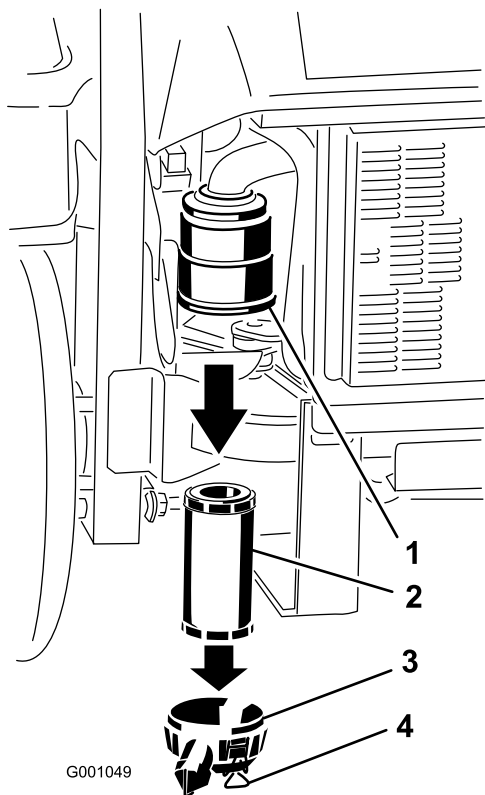

Figura 43
3. Rilasciate i dispositivi di fermo del filtro dell'aria, e togliete il coperchio dal corpo del filtro dell'aria (Figura 43).
5. Estraete con cautela il filtro dal corpo del filtro dell'aria (Figura 43). Non urtate il filtro contro il corpo.